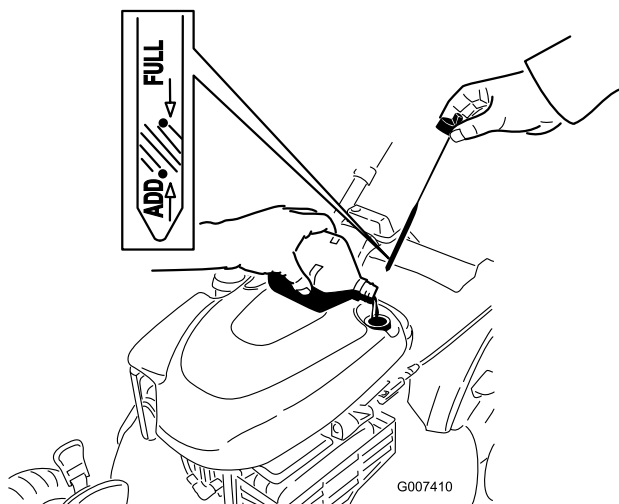

Bild 6
1. Ziehen Sie den Peilstab heraus (Bild 6).
2. Füllen Sie das Öl **langsam** in den Einfüllstutzen ein, um den Ölstand auf die Marke **Voll** am Peilstab anzuheben (Bild 6). **Füllen Sie nicht zu viel ein.** (Max. Füllstand: 0,59 l, Typ: Waschaktives SAE 30-Öl mit der Klassifizierung SF, SG, SH, SJ, SL oder höher durch das American Petroleum Institute (API).)